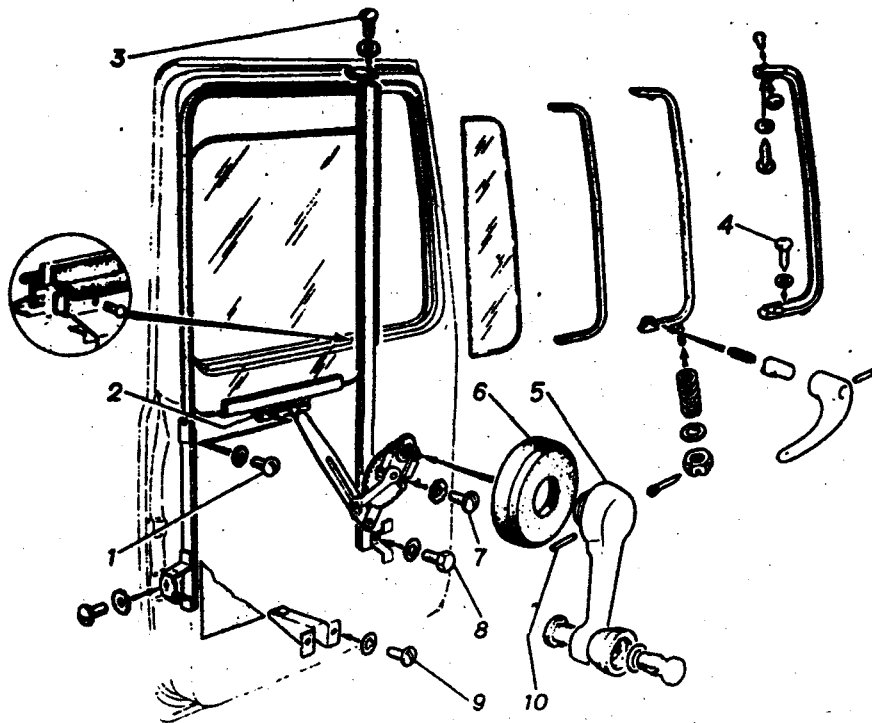

Рис. 149. Стеклоподъемник двери:
3. Отжать розетку 6 (рис. 149) ручки стеклоподъемника, выбить штифт 10 крепления ручки и снять ручку 5.
3. Опустить стекло в нижнее положение, обеспечивающее доступ к кулисе 2 (рис. 149).
3. Отвернуть два винта 9 (рис. 149) крепления кронштейна опускного стекла и вынуть кронштейн из двери через монтажный люк.